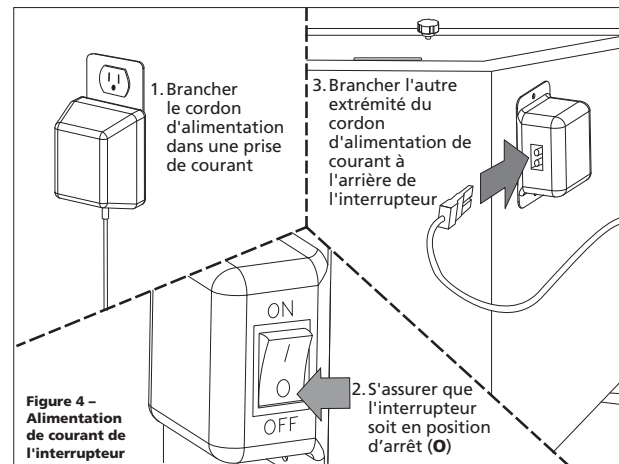

Figure 4 – Alimentation de courant de l'interrupteur
- S'assurer que l'interrupteur est à la position d'arrêt (O), brancher l'autre extrémité du cordon d'alimentation de courant 12 V dans l'interrupteur de la cabine (voir Figure 4).